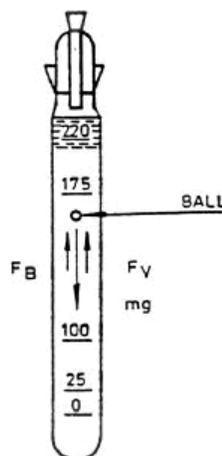

Figura 2. Viscosímetro de Esfera Descendente.
- Parte B (Figura 2):
Dado que la velocidad de caída es uniforme, entonces la suma algebraica de estas fuerzas debe ser cero (ver Figura 2):